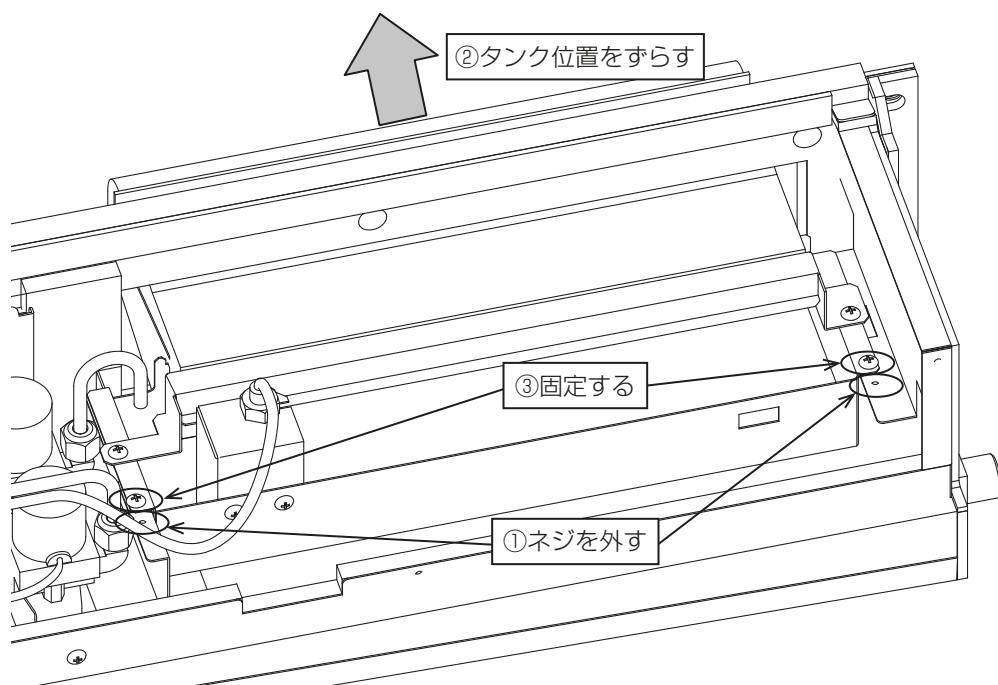

図13
①給水タンクの固定ネジを取外してください(ネジ2本) (図13①)
②エレメントがより露出する方向へ給水タンクをずらしてください。(図13②)
③給水タンクをずらした位置で元の固定ネジを使用して固定してください。(図13③)。